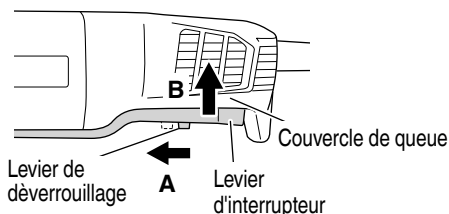

Fig. 3
2. Pour la mise en marche, pousser le levier de déverrouillage dans le sens A et appuyer sur le levier de l'interrupteur dans le sens B comme représenté sur la Fig. 3.